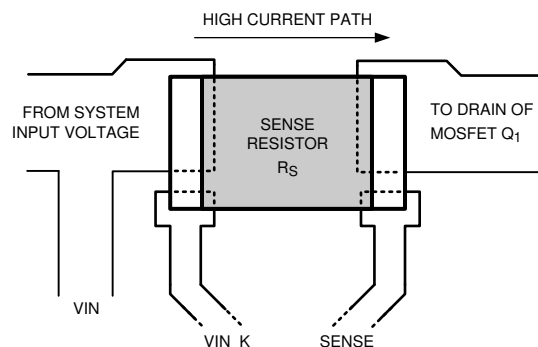

图 8-22. 检测电阻连接
- 将 TVS Z_1 直接靠近 LM5066Hx 的 VIN 和 GND 引脚放置，以帮助尽可能地减少输入电源线上可能出现的电压瞬变。选择 TVS 时应确保峰值 V_{IN} 略低于 TVS 反向偏置电压。当负载电流关闭时，很容易在标称输入电压基础上出现 20V 或更高的瞬变电压。德州仪器 (TI) 建议通过对负载进行限流或短路操作，并测量输入电压瞬变峰值，以此测试电路的 VIN 瞬变性能。
- 检测电阻 (R_{SNS}) 应靠近 LM5066Hx 放置。应使用布线将检测电阻的 VIN 焊盘和 Q_1 焊盘分别连接至 VIN_K 和 SENSE 引脚。使用开尔文技术连接 R_{SNS} ，如 图 8-22 所示。